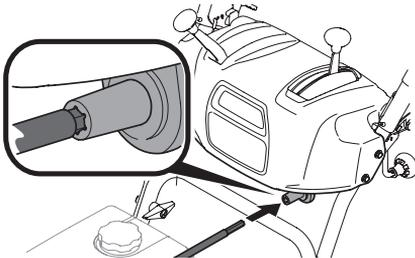

Figure 30
- Pour les modèles avec une commande supérieure de goulotte : Insérez l'extrémité hexagonale de l'arbre flexible dans le raccord de la tige de commande sous le tableau de commande. Voir Figure 30.